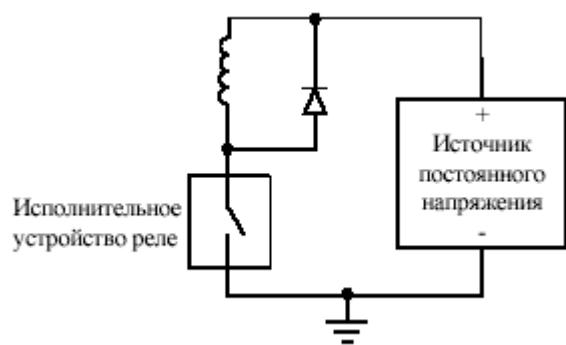
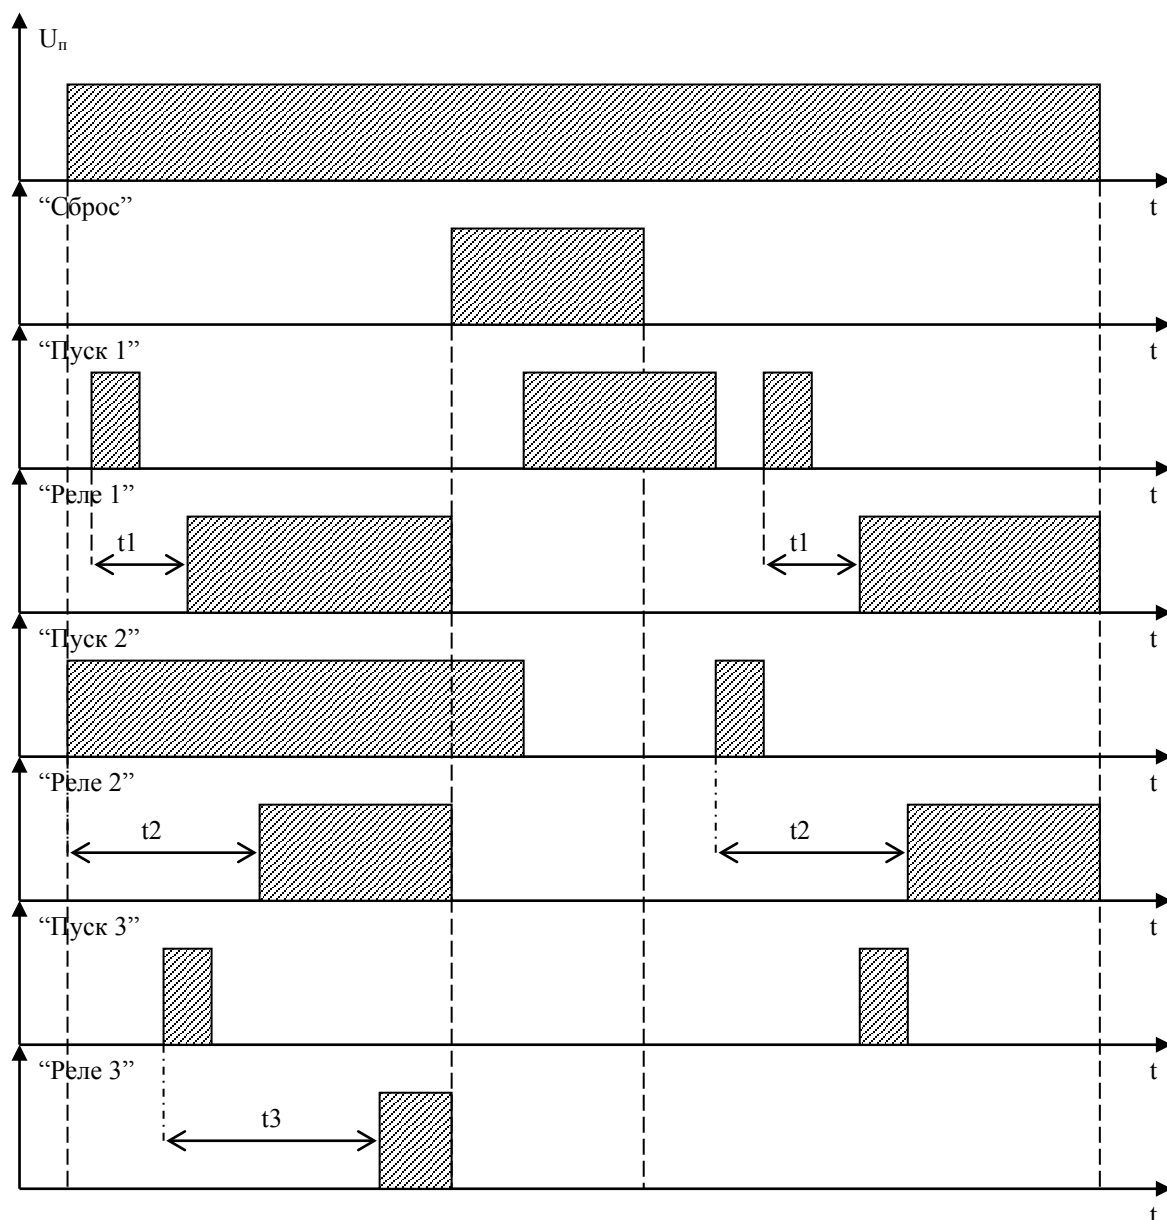

Рисунок 2
Рисунок 3
6.10 При управлении индуктивными нагрузками (электродвигателями, магнитными пускателями и т.д.) с помощью реле, следует принять меры, предохраняющие исполнительное устройство реле от выбросов напряжения, возникающих в момент разрыва цепи. Если коммутируемая нагрузка питается постоянным напряжением, то параллельно ей включается защитный диод (см. рисунок 2). Если коммутируемая нагрузка питается переменным напряжением, то параллельно ей необходимо включить RC цепочку 0,1 мкФ, 600 В, 100 Ом, 2 Вт (см. рисунок 3).